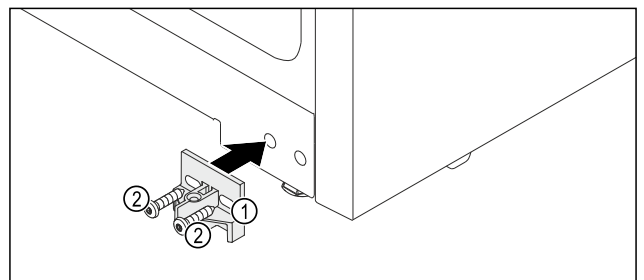

Fig. 17
- Bevestigingsdeel Fig. 17 (1) met schroeven Fig. 17 (2) aan de tegenoverliggende kant van de apparaatbehuizing monteren.